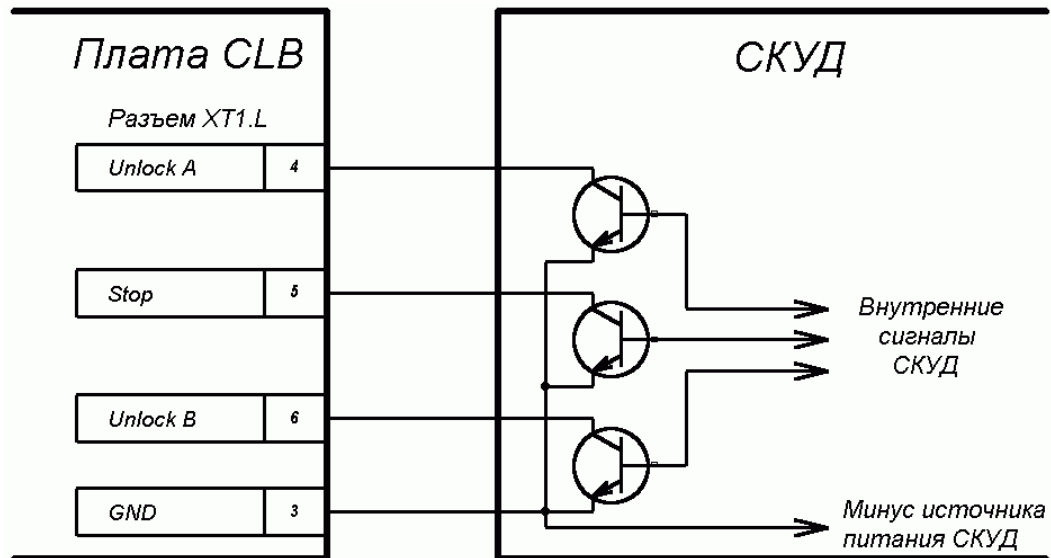

Рисунок 4 – Управляющие элементы внешнего устройства:
5.4.2 Управление турникетом осуществляется подачей на контакты клеммной колодки "XT1.L" Unlock A, Stop и Unlock B сигнала низкого уровня относительно контакта GND, при этом управляющим элементом могут быть нормально разомкнутый контакт реле или схема с открытым коллекторным выходом. Аварийная разблокировка турникета осуществляется снятием с контакта Fire Alarm сигнала низкого уровня относительно контакта GND, при этом управляющим элементом может быть нормально замкнутый контакт реле или схема с открытым коллекторным выходом (см. рисунок 4).